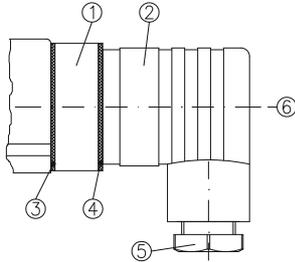

Abb. 7
- ↖ Lösen Sie die Zentralschraube ⑥ M3x35 und ziehen Sie die Leitungsdose ② vom Gerätestecker ① (⇒ Abb. 7). Entfernen Sie die Zentralschraube ⑥ aus der Leitungsdose ②.